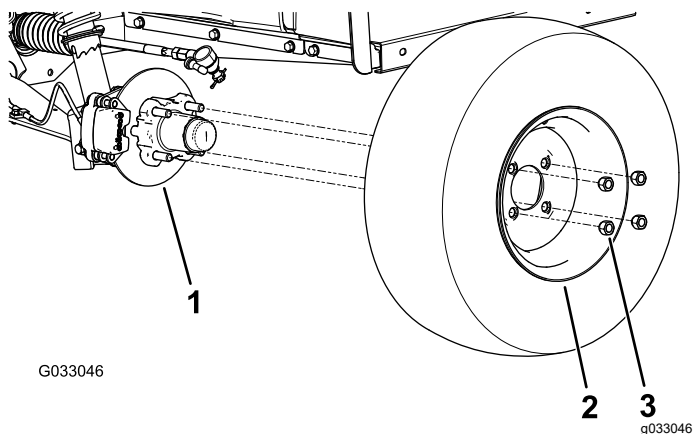

Figura 24
2. Togliete i 4 dadi a staffa che fissano la ruota al mozzo (Figura 24).
4. Allineate i fori sulla ruota ai prigionieri del mozzo e montate la ruota sul mozzo con lo stelo della valvola rivolto all'esterno (Figura 24).
5. Fissate la ruota al mozzo utilizzando i dadi per le ruote (Figura 24).